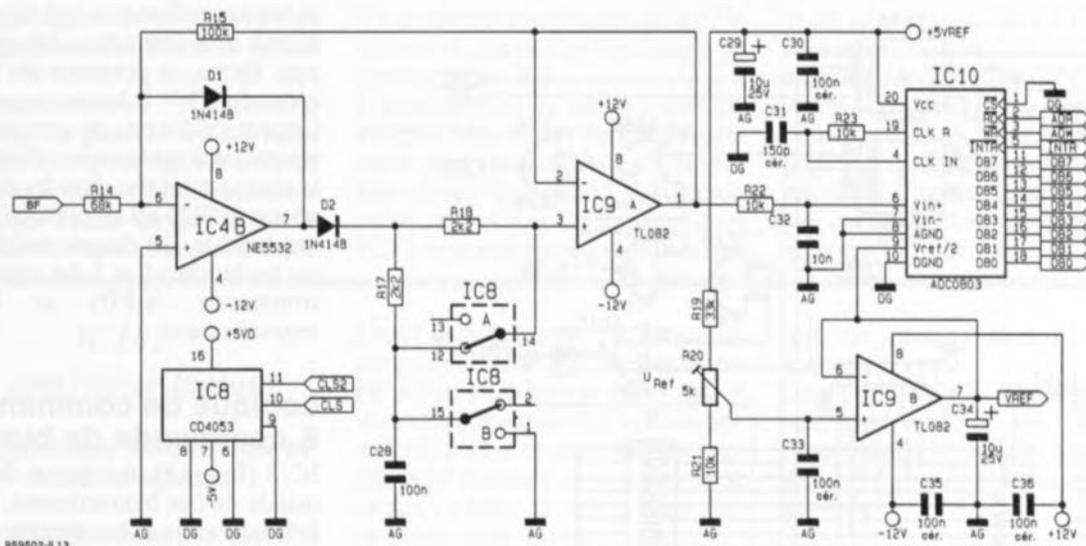
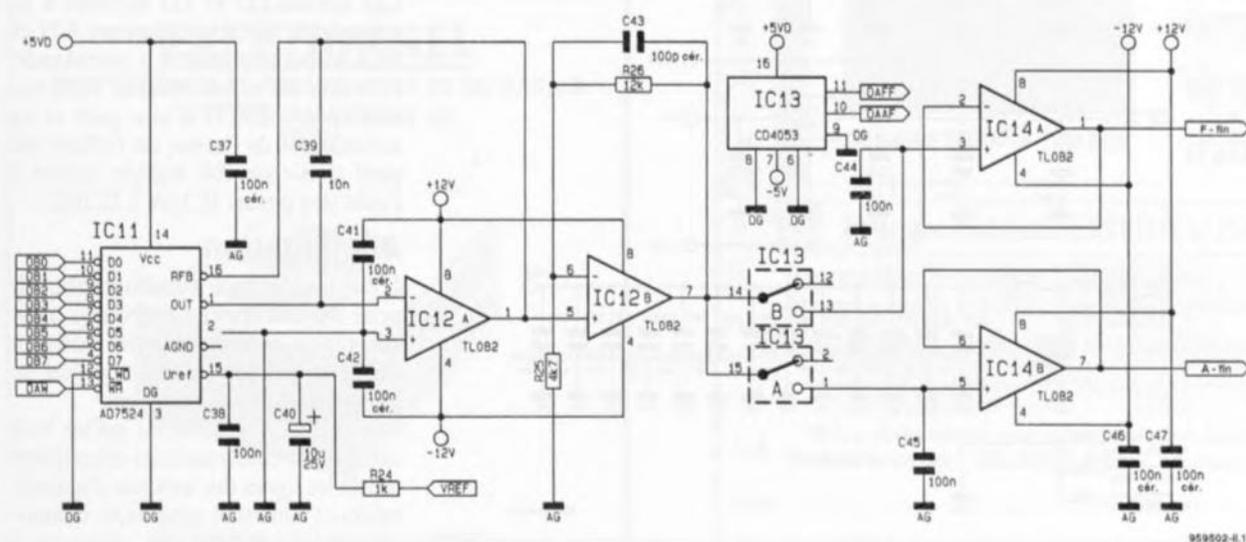
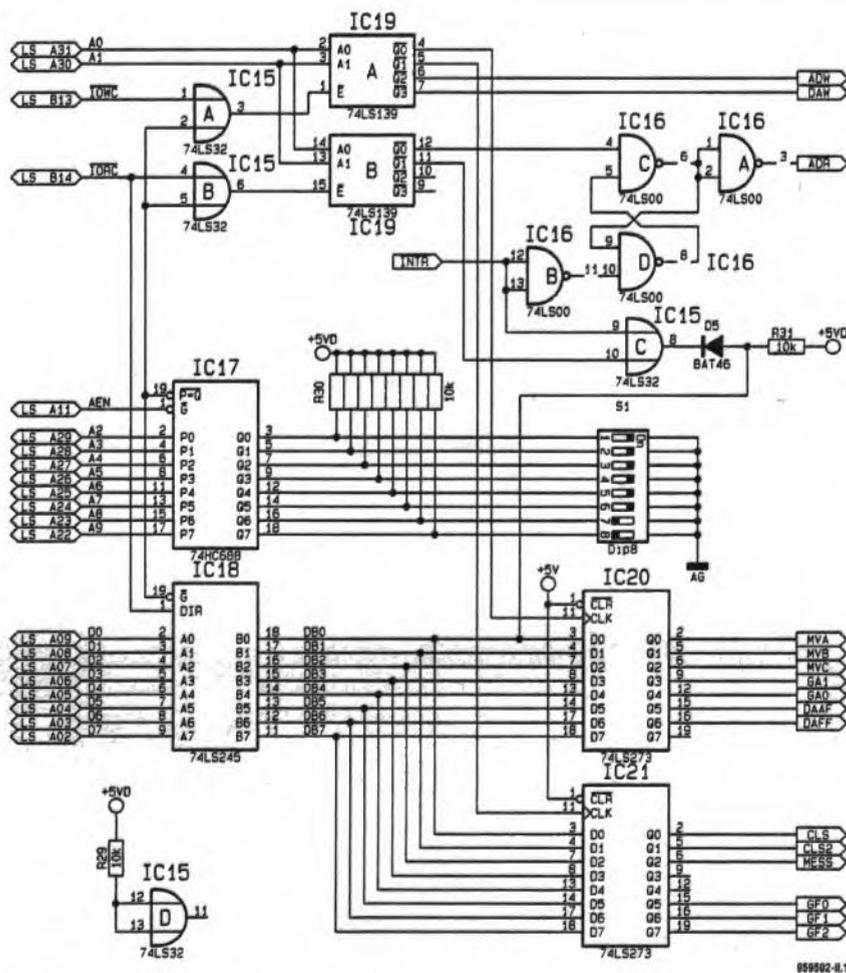

Figure 3. Le circuit de redressement de mesure et le convertisseur A/N à 8 bits.
Figure 4. Schéma du convertisseur N/A à 8 bits avec le multiplexeur.
Figure 5. L'électronique de la commande logique et de la commande de bus de l'audiographe BF pour PC.
3. le circuit de redressement de mesure + convertisseur A/N (figure 3),
5. la logique de commande et la commande de bus (figure 5) et
La génération des deux signaux de commande analogiques, A-fin et F-fin, est l'affaire du convertisseur N/A (figure 4). La logique de la figure 5 se charge de la commande numérique de la plage de fréquences via les lignes GA0 et GA1 de IC22 d'une part et les lignes GF0 à GF2 de l'autre. Avant d'examiner de plus près cette
l'unité de commande du commutateur CMOS IC5. Via les entrées numériques 9 à 10 de IC5, l'électronique de logique (figure 5) commande donc le gain de l'amplificateur de mesure.
Outre le circuit de redressement de mesure et le convertisseur le schéma de la figure 3 comporte également le sous-ensemble électronique chargé de générer la tension de référence destinée aux convertisseurs A/N et N/A (figure 4). Nous allons nous intéresser d'abord au fonctionnement du circuit de redressement de mesure réalisé à l'aide de IC4B et IC9A et de l'électronique connexe. La mise en oeuvre des deux amplificateurs opérationnels
électronique de logique et l'étage de conversion N/A de la figure 4 nous allons d'abord nous intéresser à
IC9B, associé aux composants qui l'entourent, se charge, en partant de la tension d'alimentation +5 VREF, de la génération de la tension de référence requise par le convertisseur A/N. IC9B, faisant office de tampon, garantit que IC10 soit capable d'annuler des variations d'impédance importantes sur l'entrée VREF/2. La résistance ajustable R20 sert au réglage de la tension de référence tandis que les résistances fixes R19 et R21 délimitent la plage de mesure. Via la ligne VREF (broche 7 de IC9B) la tension de référence est appliquée également - nous l'avons mentionné déjà - au convertisseur N/A de la figure 4.
Les sorties de données DB0 à DB7 du convertisseur A/N sont reliées directement au bus de données de l'électronique de logique de la figure 5. La commande de processus via
les lignes \overline{ADR} , \overline{ADW} et \overline{INTR} est également l'affaire du sous-ensemble de logique de la figure 5.
On a besoin, pour la commande de l'amplitude de signal et de la fréquence, d'un signal de commande analogique, généré dans le cas de l'audiographe par le convertisseur N/A à 8 bits, IC11, un AD7524 (figure 4). Les entrées de données (8bits) DB0 à DB7 sont reliées directement au bus de données (figure 5). La commande s'effectue ici via la ligne \overline{DAW} . Après la conversion le signal analogique de sortie est présent, sous la forme d'un signal en courant, sur la sortie différentielle (broches 1 et 2). IC12A commence par effectuer une conversion I/U alors qu'IC12B et l'électronique connexe introduisent
IC18 (figure 5), un circuit de commande de bus bidirectionnel, établit la liaison entre le bus externe du PC et le bus à 8 bits de l'audiographe. Outre les circuits intégrés IC20 et IC21, le convertisseur A/N de la figure 3 et le convertisseur N/A de la figure 4 sont également connectés à ce même bus.